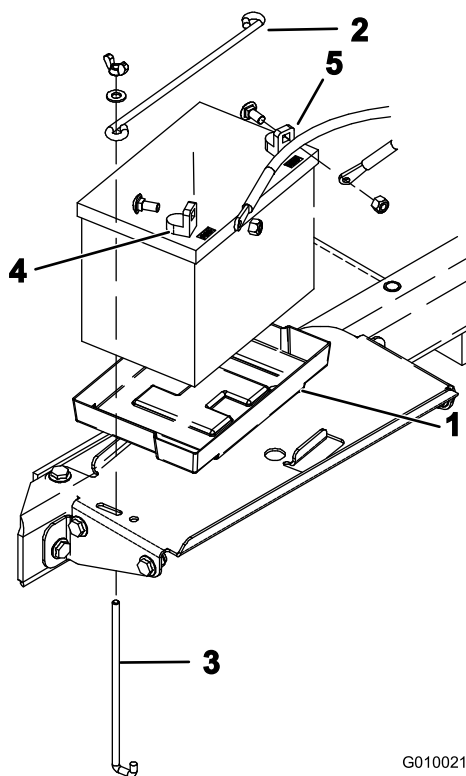

Figura 14
1. Montate la batteria nel vassoio del vano batteria (Figura 14). Posizionate la batteria con i morsetti rivolti verso l'esterno.